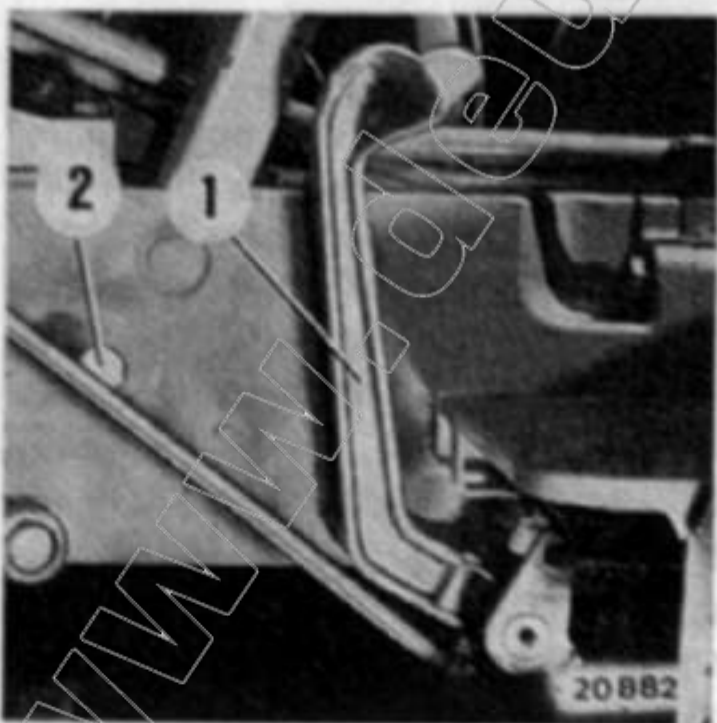

Bild 16
Das Einschalten der Zapfwellen darf nur bei ausgerückter Zapfwellenkupplung erfolgen. Zum Auskuppeln wird der Fußhebel (1) bis zum Anschlag (2) durchgedrückt - Bild 16 - und dann nach einer kleinen Pause der Schalthebel der Zapfwelle betätigt (Bild 18).